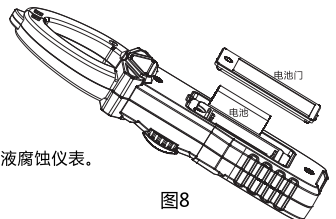

图8
十一、仪表保养及维护(图8)
1.本产品的电源为2节AAA 电池，仪表如出现以下情况，请按图8所示更换电池。